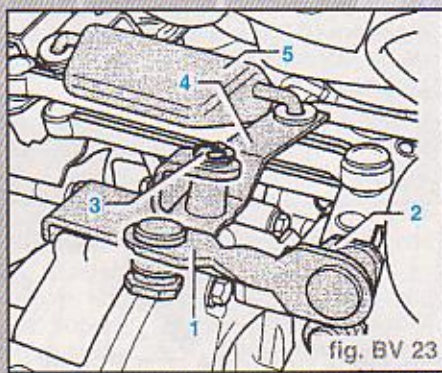

fig. BV 23
- Déposer la biellette de passage avant (1) du levier de vitesses (fig. BV 23).